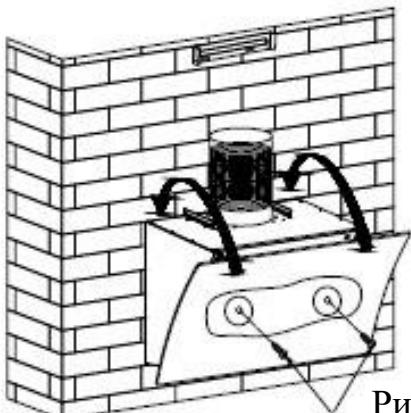

Рис. 5
- Закрепите вытяжку на настенных винтах в фиксированном положении, отрегулировав положение вытяжки, закрепите вытяжку 2-мя предохранительными винтами ST4 \* 30 мм. Примечание: Два предохранительных отверстия диаметром 6 мм расположены на задней панели корпуса. Смотрите рис. 5.